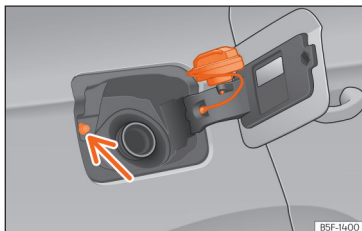

Fig. 208 Tampa do depósito com o tampão encaixado.
- Coloque-a no espaço existente na dobradiça da tampa aberta »» **Fig. 208.**
Evite tocar no botão de travagem da tampa de combustível » » Fig. 208 [seta]. O sistema entenderá que acabou e não poderá continuar a abastecer. Volte a pressionar o botão B da porta do condutor para continuar.